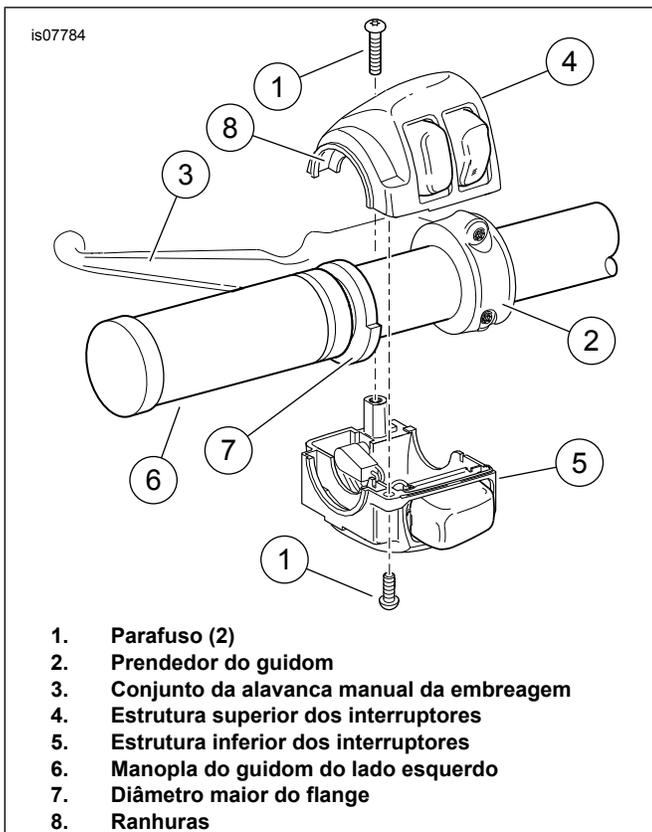
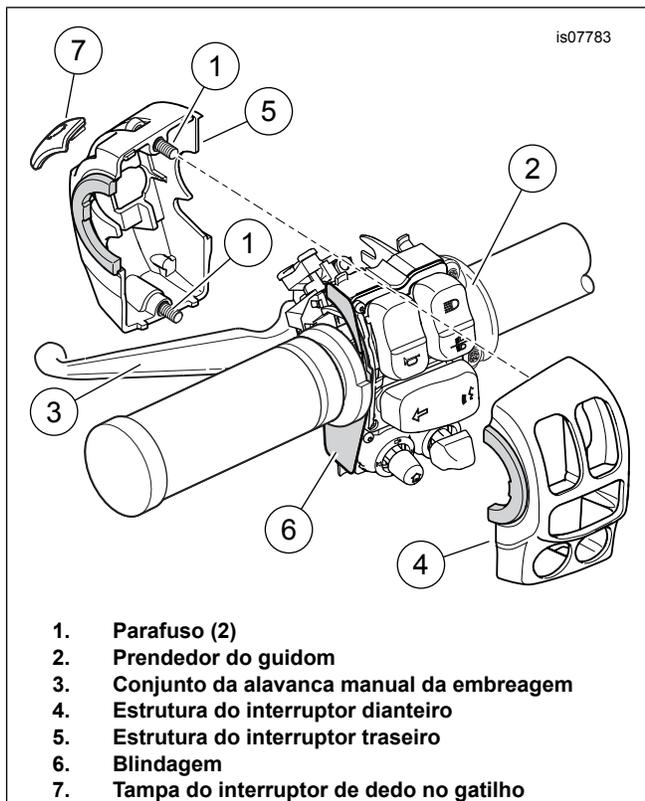

Figura 1. Estrutura do interruptor do guidom esquerdo (Touring ano 2008 a 2013 e Softail ano 2006 e posteriores)
Figura 2. Estrutura dos interruptores do lado esquerdo do guidom (Touring ano 2014 e posteriores)
- a. Veja Figura 1 ou Figura 2. Afrouxe os dois parafusos (1) e o prendedor do guidom (2).
- b. Posicione o conjunto da alavanca manual da embreagem (3) longe da estrutura do interruptor.
1. Veja Figura 1 . Posicione a manopla aquecida do lado esquerdo (6) de forma que a parte com diâmetro maior do flange (7) fique na parte inferior. Empurre a manopla totalmente no guidom.
- a. Posicione a estrutura inferior dos interruptores debaixo da manopla. As ranhuras (8) no lado externo da estrutura do interruptor devem encaixar sobre o flange na extremidade da manopla.
1. Veja Figura 2 . **Modelos ano 2014 e 2015:** Verifique se o protetor (6) está na posição correta no lado externo do módulo do interruptor.
- a. Instale as seções da estrutura do interruptor (4, 5) no módulo do interruptor. Aperte os parafusos cativos (1) até ficarem bem ajustados.
- b. Instale o conjunto da alavanca de controle da embreagem (3).
- c. Instale o prendedor do guidom (2) com os dois parafusos removidos anteriormente, mas não aperte.
- e. Deslize para a direita a tampa do interruptor de dedo no gatilho (7) para instalar.